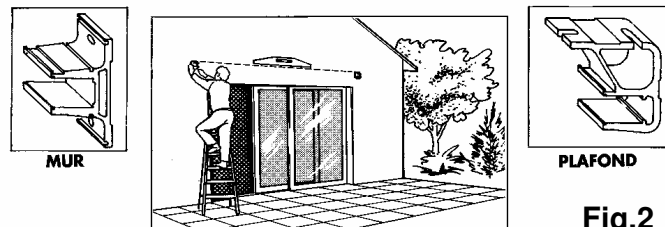

Fig.2
- 2- Mettre en place les supports de fixation au mur (alignement parfait et de niveau). (Fig.2)